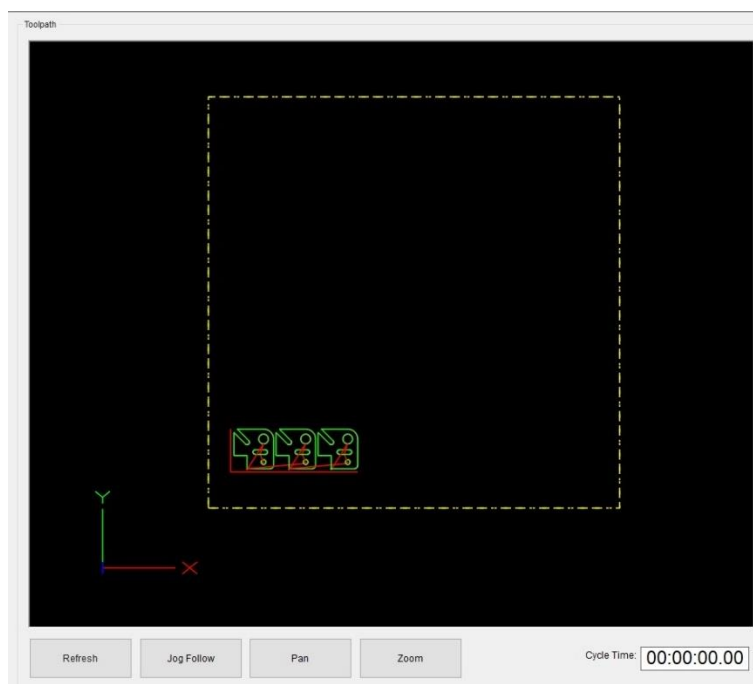

Fig. 62 Venster Snijtoortsrout
1. In het venster 'Tool Path' (Fig. 62 (1)) kunt u de route van de snijtoorts en de bijbehorende bedieningsopties.